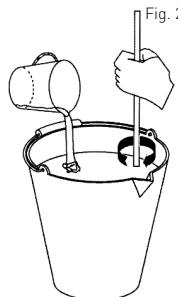

Fig. 2
- Verwijder de pen (F) om alle andere onderdelen los te maken.
- Volg deze instructies & zie Fig. 2 om eerst het deksel (1) van de kom (2) te verwijderen:
- 2) Haal het deksel (1) uit de houder aan de voorkant.